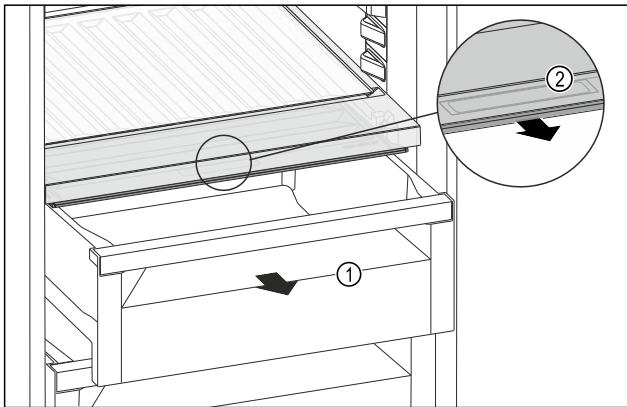

Fig. 88
- Schubfach Fig. 88 (1) herausziehen.
- Griffmulde Fig. 88 (2) am Fachdeckel anfassen und Fachdeckel gleichzeitig nach vorne ziehen.